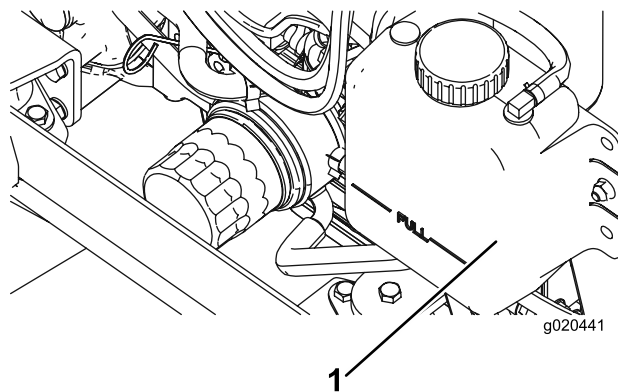

Рисунок 65
1. Осторожно снимите крышку радиатора и крышку расширительного бачка (Рисунок 65).